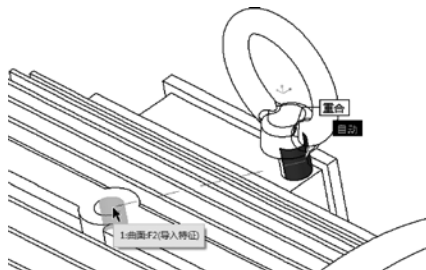

图 7-92 居中约束装配提环
- 新建“居中”约束，选择两个组件的圆柱面进行约束，如图 7-92 所示。最后单击“应用”按钮，完成提环组件的装配。